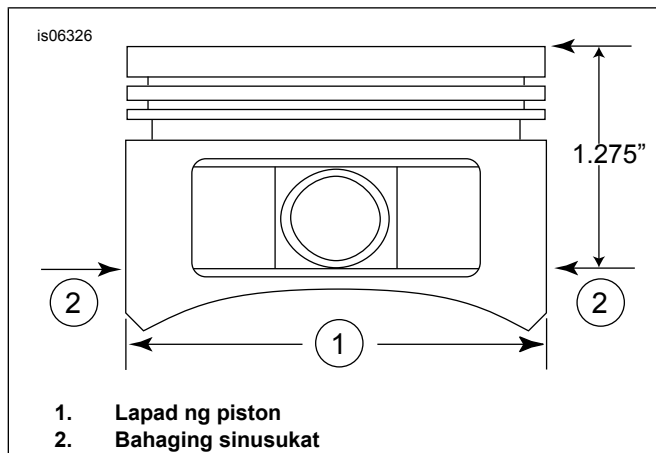

Figure 2. Mga Sukat ng Piston
5. Tingnan ang Figure 2 . Sukatin ang lapad ng piston (1) nang 90 degrees na pahiga mula sa bawat panig ng piston pin hole nang 1.275 pulgada pababa mula sa ibabaw ng deck (itaas) ng piston (2). Tingnan ang Talahanayan 6 para sa piston-to-cylinder fit sa lokasyong ito.